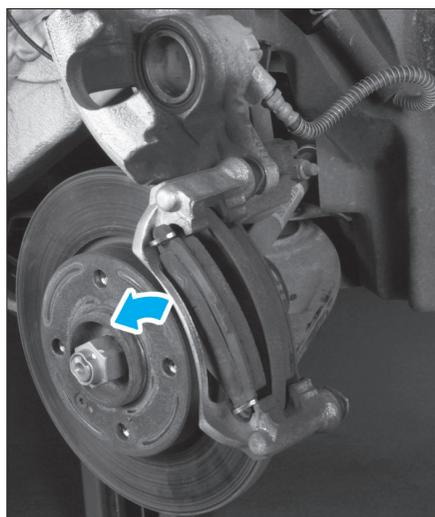

Fig. 4
- Déposer les plaquettes de frein (Fig.4).